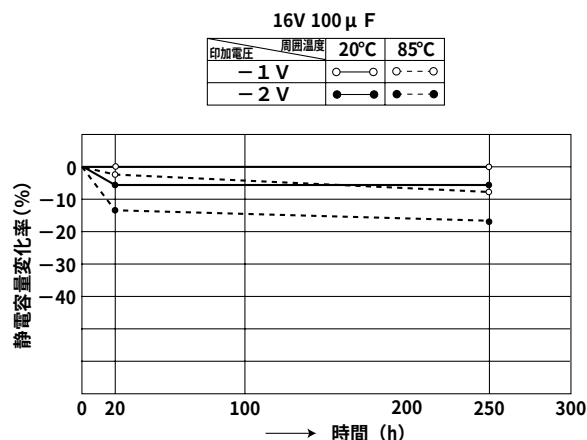

図 2-3 逆電圧印加による静電容量特性
- (1) 逆印加電圧が高いと大きな電流が流れます。逆印加電圧 V_c と、電流 I_c によるワット損失 ($W = V_c \times I_c$) により発熱します。発熱によってさらに電流は増加します。電流による発熱と、電解液の電気分解によって発生したガスによりコンデンサの内圧が上昇し短時間で圧力弁作動状態となります。
- (2) 逆印加電圧が低く、流れる電流が小さい場合には、印加した当初はワット損失によって発熱しますが電解液の化成性により、陰極アルミニウム箔表面に酸化皮膜が生成し、電流が減少していきます。逆電圧を印加したときの印加時間と静電容量変化を(図 2-3)に示します。陰極アルミニウム箔表面に酸化皮膜が形成されたことにより、陰極箔容量が減少したためです。また電解液の消費により、損失角の正接 ($\tan \delta$) は増加します。